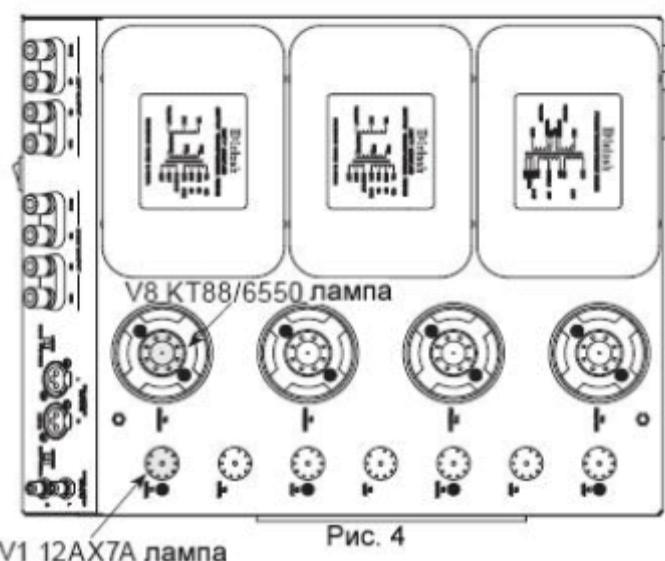

Рис. 4
На монтажной панели прибора нанесена номенклатура, отображающая расположение контура и тип лампы для каждого канала. См. рис. 4
2. Вверху на левой стороне усилителя, найдите патрон лампы с номенклатурой V1 12AX7A, обозначенной сбоку на монтажной панели. См. рис. 4 и 5.